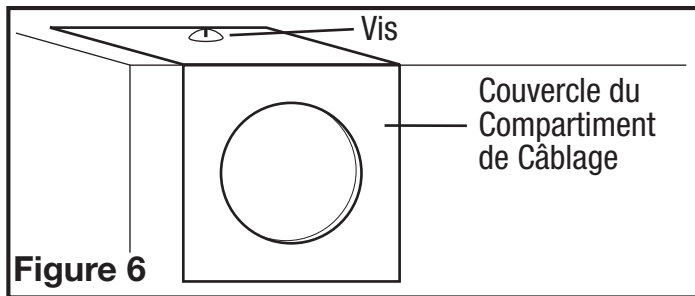

Figure 6
- Enlever le vis du couvercle du compartiment à câblage et mettre ce couvercle dans un endroit fiable (Figure 6).